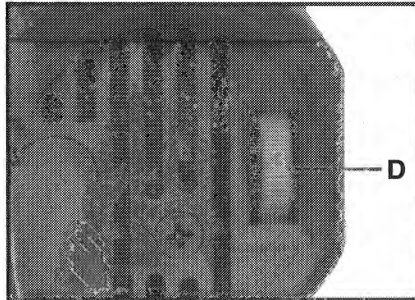

Fig. 3
**LIMITES DE VELOCIDAD** – Su sierra con velocidad variable viene con una "RUEDA CAMBIADORA DE VELOCIDADES" (D) Fig. 3. Esta está numerada desde el "1" hasta el "6". El "1" produce la velocidad mínima (aproximadamente 400 CPM – Carreras Por Minuto) y el "6" produce la máxima (aproximadamente 2600 CPM). Hay una selección infinita de velocidades entre el "1" y el "6". Usted puede cambiar la velocidad con el motor en marcha o parado.